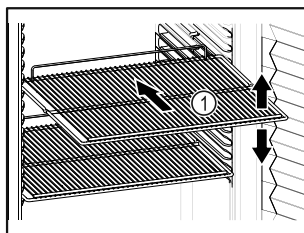

Fig. 58 Immagine a titolo di esempio
- Se è possibile spostare i ripiani Fig. 58 (1), regolarli in altezza.